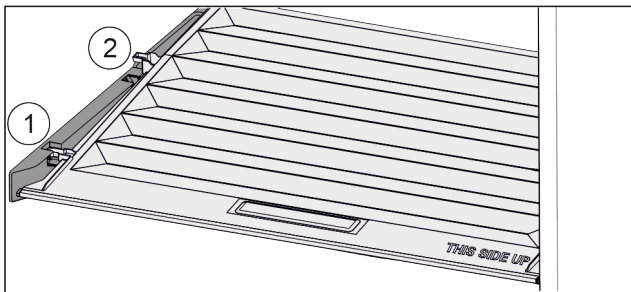

Fig. 83
- ▶ Tirare in avanti il coperchio fino all'apertura nei fermi Fig. 83 (1).
- ▶ Sollevare posteriormente dal basso e togliere verso l'alto Fig. 83 (2).